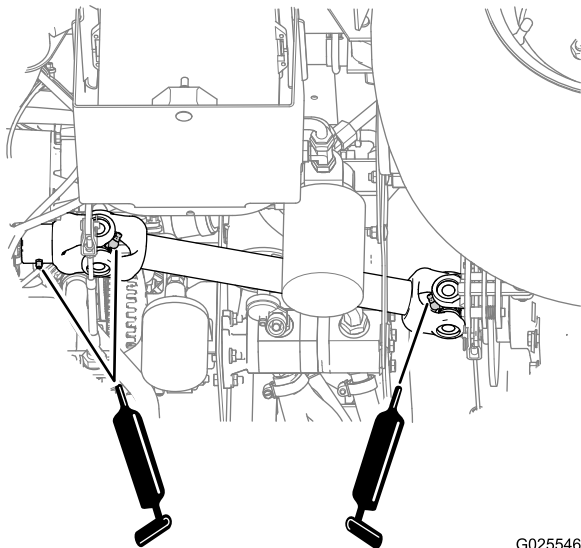

Figure 39
- Joints de cardan d'arbre de transmission (2) ; voir Figure 39
- Fourche coulissante (1) ; voir Figure 39